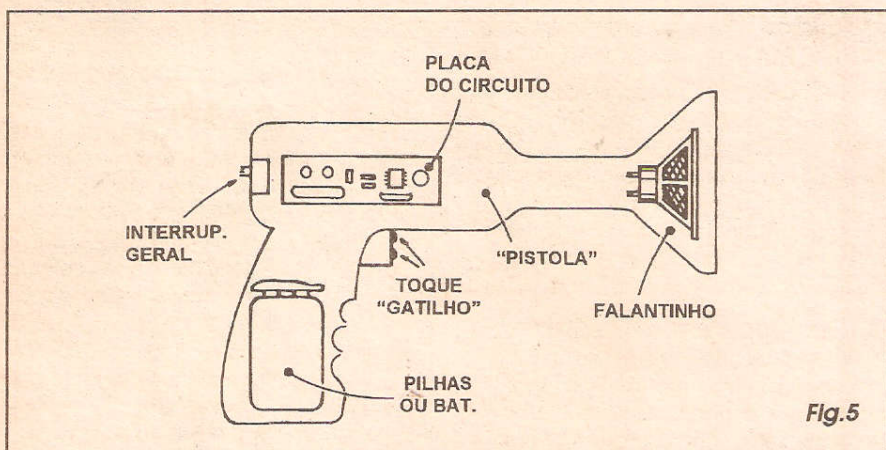

Fig. 5
- FIG. 5 - SUGESTÃO PARA CONSTRUÇÃO/ADAPTAÇÃO DA PISTOLA... - As dimensões e formas gerais da plaquinha, do pequeno alto-falante, e da própria bateria ou conjunto de pilhas no respectivo suporte, permitem uma distribuição lógica do conjunto dentro da pistola, conforme ilustra a figura... Seja um brinquedo de baixo custo, originalmente ôco, aproveitado para o arranjo, seja uma pistola totalmente construída pelo hobbyista, o resultado final poderá ficar bastante elegante e profissional a partir de um pouquinho de capricho e alguma habilidade manual e bom gosto...! As pilhas ou bateria dentro do cabo da pistola assegurarão um bom balanço ao conjunto, em termos de peso e conforto no manuseio... A posição óbvia para o falantinho é na boca do cano da pistola, enquanto que a plaqueta de impresso poderá facilmente (pelas sua estreiteza...) ser acondicionada no interior do corpo da arma de raios... Observar ainda a posição recomendada para o interruptorzinho geral, além da posição (também mais do que óbvia...) dos contatos de toque do gatilho... Convém que tudo fique muito bem fixado no interior do conjunto, já que crianças adoram chacoalhar e jogar os brinquedos pra lá e pra cá... Recheiar os eventuais espaços internos sobrando com espuma de nylon ou pequenos blocos de isopor é uma boa idéia, para assegurar que nada fique balançando lá dentro...! O leitor/hobbyista com dotes de artesão saberá como inventar uma pistola a partir da emenda de embalagens vazias de cosméticos ou outros containers plásticos ou metálicos vazios, disponíveis em todas as casas... Com um acabamento externo caprichado, o brinquedo nada deverá, em visual, a sofisticados e caros produtos encontrados nas lojas (e sob um custo final sensivelmente menor do que o preço de um brinquedo eletrônico comercial, sofisticado...)! Além de tudo, um brinquedo totalmente feito em casa será certamente único, personalizado (e criança adora vangloriar-se frente aos amiguinhos, que tem algo que ninguém mais tem...)! ■
Não é difícil fazer a alteração requerida, Antonio... Observe a FIG. 1 - pág. 5 - APE 65... No esquema original, troque de lugar os resistores de 10K e 2M2 ligados ao pino 1 do 4093. O resistor de 2M2 deverá ficar permanentemente ligado, na sua outra extremidade, à linha do negativo geral da alimentação... Já o resistor de 10K será levado à linha do positivo da alimentação, porém através do sensor N.A.... Nenhuma outra alteração precisará ser feita no módulo transmissor localizado, podendo este conviver no sistema, perfeitamente, com outros módulos na configuração original (sensor N.F.)! Com um tiquinho de raciocínio e adaptação simplíssima, a plaqueta de impresso (original na FIG. 5 - pág. 7 - APE 65) poderá ser totalmente aproveitada, sem modificações no seu layout básico (basta um cortinho numa trilha aqui, um pequeno jumper ali...).